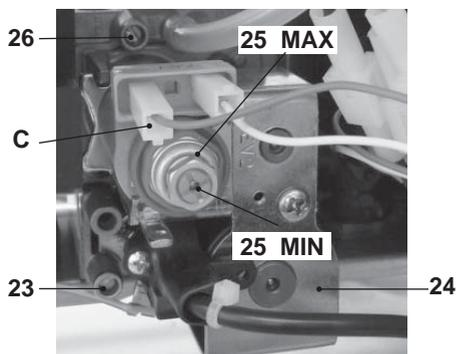

Fig. 7.3
Prelevare un'abbondante quantità d'acqua calda sanitaria. Confrontare il valore di pressione misurato con quello indicato nelle tabelle "Pressione gas massima al bruciatore" Fig. 7.4 e Fig. 7.5. Per tarare la pressione al bruciatore agire sul dado esagonale grande in ottone dell'operatore modulante 25 max in Fig. 7.3 (ruotando in senso orario la pressione aumenta).
- A caldaia spenta (fuori servizio), controllare la pressione di alimentazione utilizzando la presa 23 in Fig. 7.3 e confrontare il valore letto con quelli riportati nella tabella Pressioni di alimentazione gas nella sezione "Dati tecnici" pag. 24.
- Richiudere bene la presa di pressione 23 in Fig. 7.3.
- Aprire la presa di pressione 26 in Fig. 7.3 e collegare un manometro.
- Sconnettere il filo di alimentazione C dell'operatore modulante 25. Fare attenzione che non vada a toccare le parti metalliche della caldaia Fig. 7.3.
- Confrontare il valore di pressione misurato con quello indicato nelle tabelle "Pressione gas minima al bruciatore" Fig. 7.6 e Fig. 7.7. Per tarare la pressione al bruciatore agire sulla vite in plastica (25 MIN. in Fig. 7.3) tenendo fermo il dado esagonale in ottone grande (25 MAX. in Fig. 7.3) dell'operatore modulante (ruotando in senso orario la pressione aumenta).
- Collegare il filo di alimentazione C in Fig. 7.3 dell'operatore modulante.
- **Chiudere molto bene la presa di pressione 26 in Fig. 7.3.**
- Aprire la presa di pressione in Fig. 7.3 e collegare un manometro.